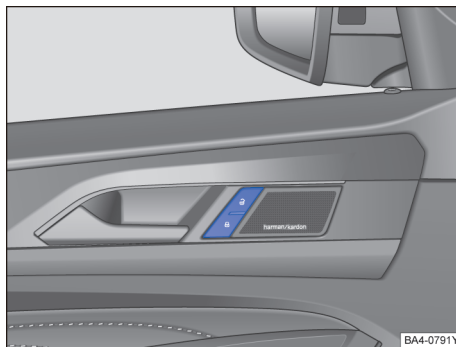

图 47 驾驶员侧车门内：中央门锁按钮
i 如短时间内反复按压轿车钥匙上的按钮→图 43 或中央门锁某个按钮→图 47，则中央门锁系统将暂时关闭，防止系统过载。然后轿车处于解锁状态约 30 秒钟。在此期间，若未打开车门或行李厢盖，随后轿车将自动闭锁。 <
按压按钮→图 47：
- 按压 **⑥** 按钮→图 47